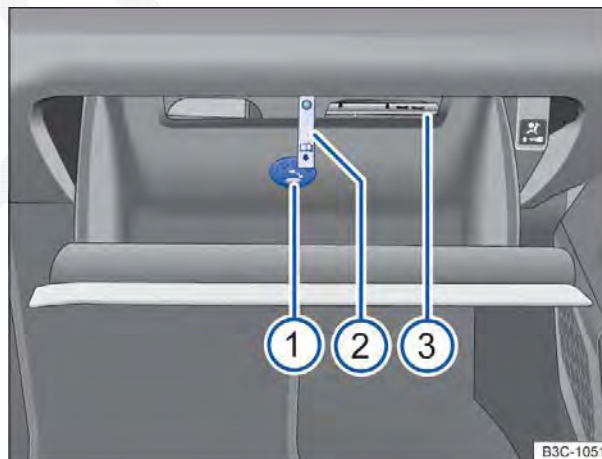

Fig. 119 Porta-luvas aberto.
O compartimento da literatura de bordo encontra-se no porta-objetos basculante superior ⇒ **Fig. 119** ③.